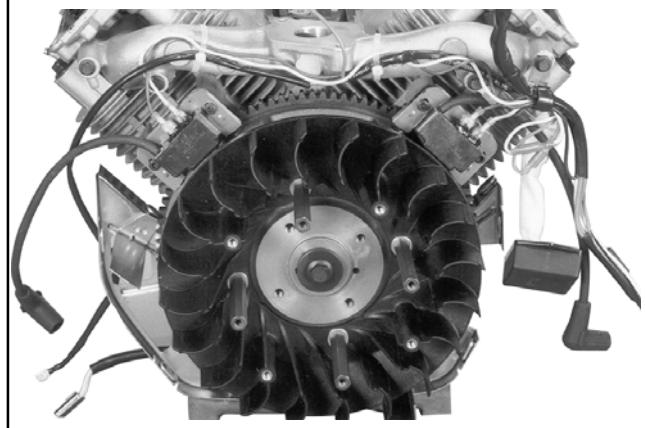

Figura 8-6. Impianto di accensione a scarica capacitiva con anticipo scintilla.
I motori dotati di SMART-SPARK_{TM} utilizzano un impianto di accensione elettronico a scarica capacitiva con anticipo scintilla elettronico. Un'applicazione tipica (Figura 8-6) è costituita dai seguenti componenti:
- Due moduli elettronici a scarica capacitiva montati sul carter del motore (Figura 8-6).